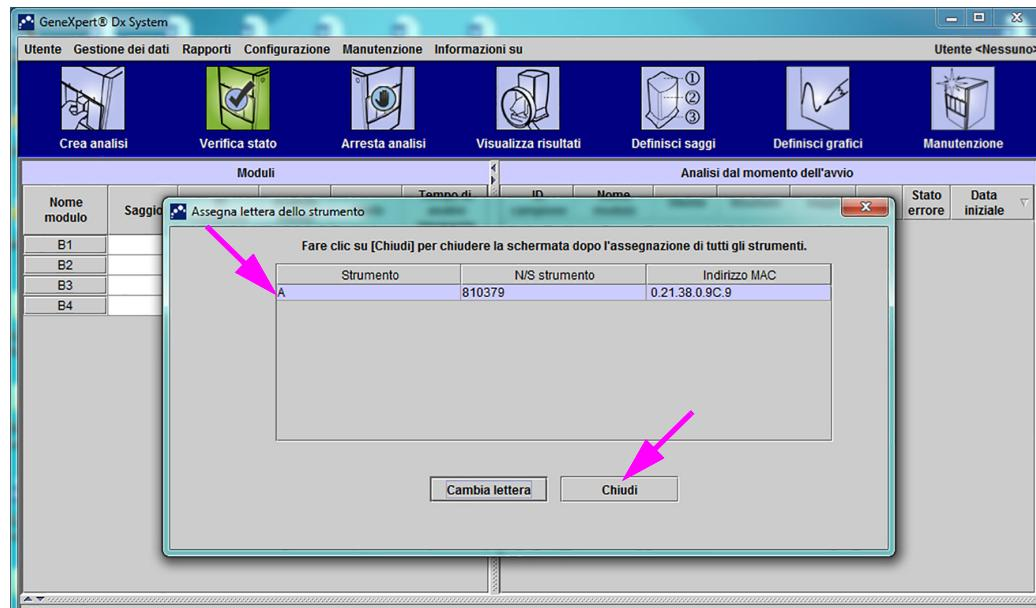

Figura 2-59. Finestra GeneXpert Dx System con sovrapposizione della finestra di dialogo Assegna lettera dello strumento
- Fare clic su **Chiudi** per chiudere la finestra di dialogo Assegna lettera dello strumento (vedere la Figura 2-59). La finestra di dialogo Assegna lettera dello strumento indica l'assegnazione della lettera al nuovo strumento per i moduli.